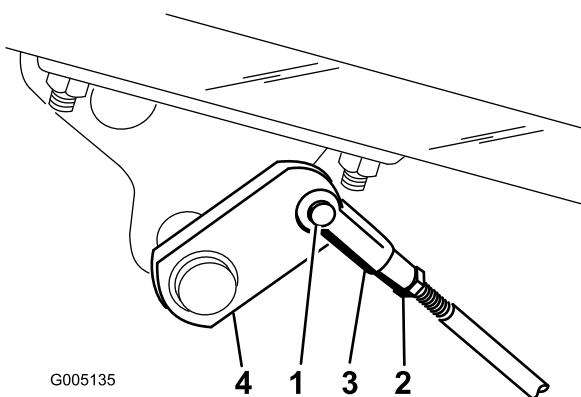

図 55
- ブレーキが片効きであれば、コッターピンとクレビスピニを外して、ブレーキロッドを外す図55。
- ジャムナットをゆるめ、クレビスを調整する図55。
- クレビスをシャフトに取り付ける図55。